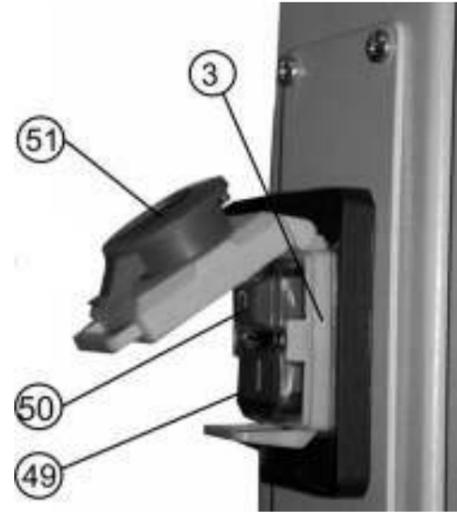

Рис.16
12.2.2. Нажать красную кнопку (51) и сдвинув ее вверх, как показано стрелкой на красной кнопке (51) магнитного пускателя (3) Рис.16.
### 12.2. Включение (Рис. 16)